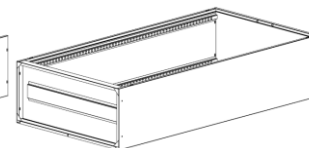

рис. 3
5.3. Присоединить крышку и дно к боковым и задним стенкам (рис. 3).